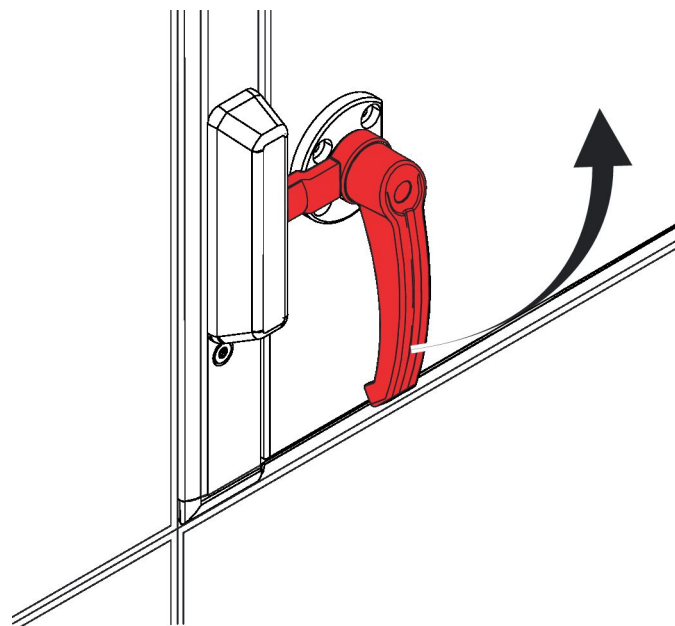

Abb. 50: Türschloss öffnen
- ▶ Den Türgriff 90° gegen den Uhrzeigersinn drehen ( Abb. 50 ).